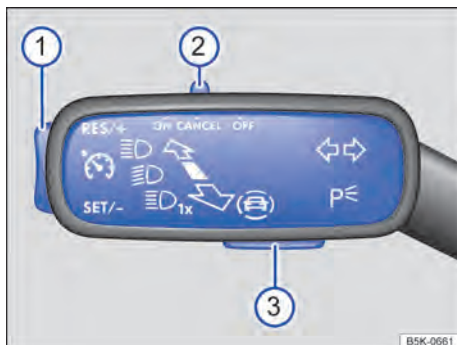

Fig. 146 À esquerda na coluna de direção: interruptores e botões do GRA.
— Empurrar o interruptor → Fig. 146 ② para a posição **ON**.
- Durante a condução, pressionar o botão → Fig. 146 ① na área **SET/-**.
A velocidade salva pode ser ajustada através do botão → Fig. 146 ①, enquanto o GRA regula:
Para alterar continuamente a velocidade salva, manter o botão → Fig. 146 ① pressionado. O veículo adapta a velocidade atual acelerando ou reduzindo a velocidade. O veículo não freia ativamente.
- Empurrar o interruptor → Fig. 146 ② para a posição **CANCEL** ou pisar no pedal do freio.
- Pressionar o botão → Fig. 146 ① na área **RES/+**.
- Empurrar o interruptor → Fig. 146 ② para a posição **OFF**.
1. Pressionar o botão → Fig. 146 ③.